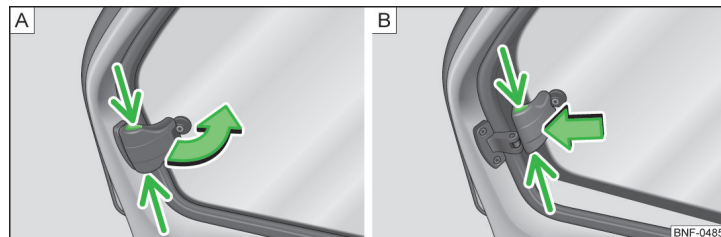

Bild 32 Öppna/stänga fönster bak
- Fatta spärren i ursparningen » bild 32 - **A** och öppna fönstret i pilens riktning.
- Lås fönstret i öppet läge genom att trycka säkringen i pilens riktning » bild 32 - **B**.
- Fatta spärren i ursparningen och dra i motsatt riktning till pilen » bild 32 - **B**.
- Stäng fönstret i utgångsläget i motsatt riktning till pilen » bild 32 - **A**, tills det hörs att spärren klickar i.